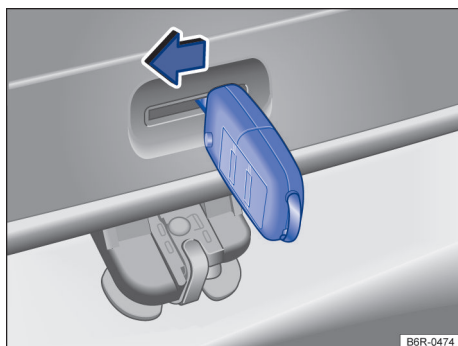

Fig. 52 Do lado de dentro do compartimento de bagagem: destravamento de emergência da tampa traseira.
- Inserir a haste da chave na abertura da tampa traseira → Fig. 52 e pressionar a alavanca de destravamento no sentido da seta, para destravar a tampa traseira. ◀